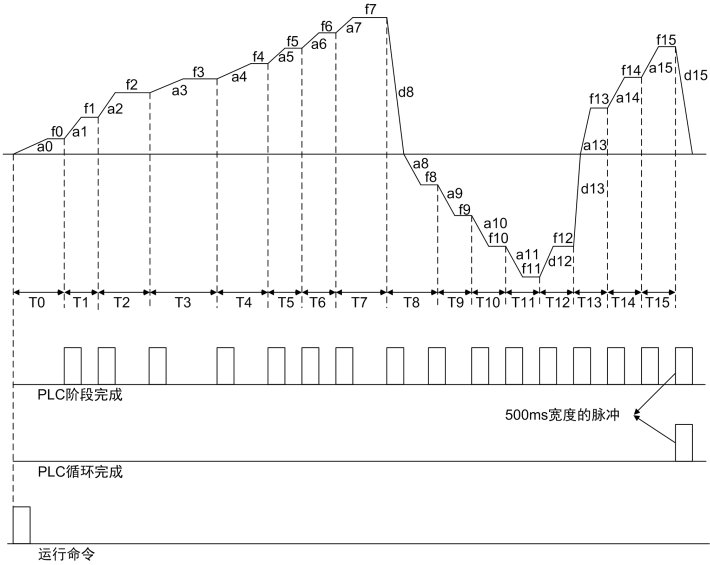

图 6-50
- PLC 完成一个循环后自动停机，必须再次给出运行命令才能起动。如图 6-50 所示。